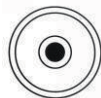

图 9
- (1) 调整仪器脚螺丝手轮，使圆水准泡居中。
- (2) 仪器转动 180° ，圆水泡应在中心，否则必须校正。(图 9)